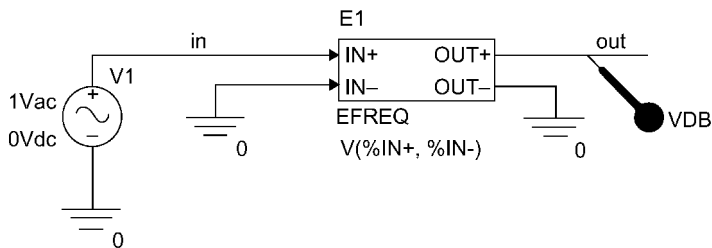

图 13.10 利用行为模型 EFREQ 构建带通滤波器
如图 13.10 所示电路中，利用 ABM 行为模型 EFREQ 对带通滤波器的频率特性进行模拟。EFREQ 元件以频率、幅度、相位的表格形式对其频率特性进行描述。
1. 利用 ABM 元件库中的行为模型 EFREQ 绘制图 13.10 所示电路图。交流源 V_{AC} (V1) 选自 source 元件库。